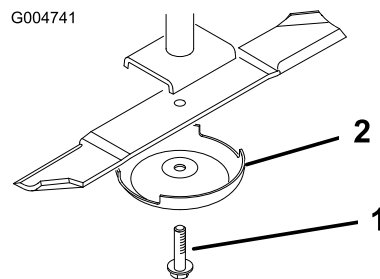

Figure 86
2. Tenez la lame à son extrémité avec un chiffon ou un gant épais. Enlevez le boulon, la coupelle de protection et la lame de l'axe de pivot (Figure 86).